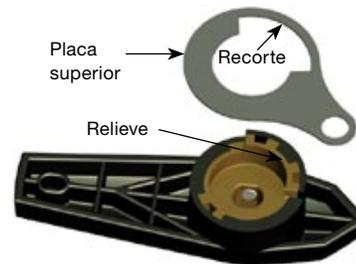

Fig. 4
4. Ponga el **mando boca arriba** y coloque la **placa superior** en la base, alineando el **recorte** con el **relieve** del mando. Fig. 4